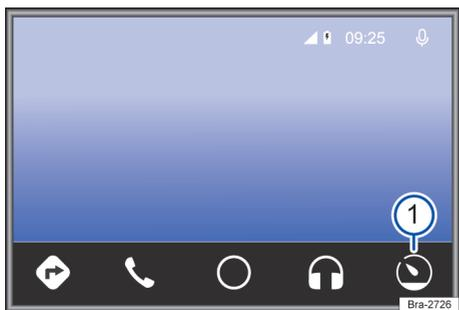

Fig. 125 Menu Android Auto™.
- Na operação do Android Auto™, tocar na superfície de função → Fig. 125 **1**.